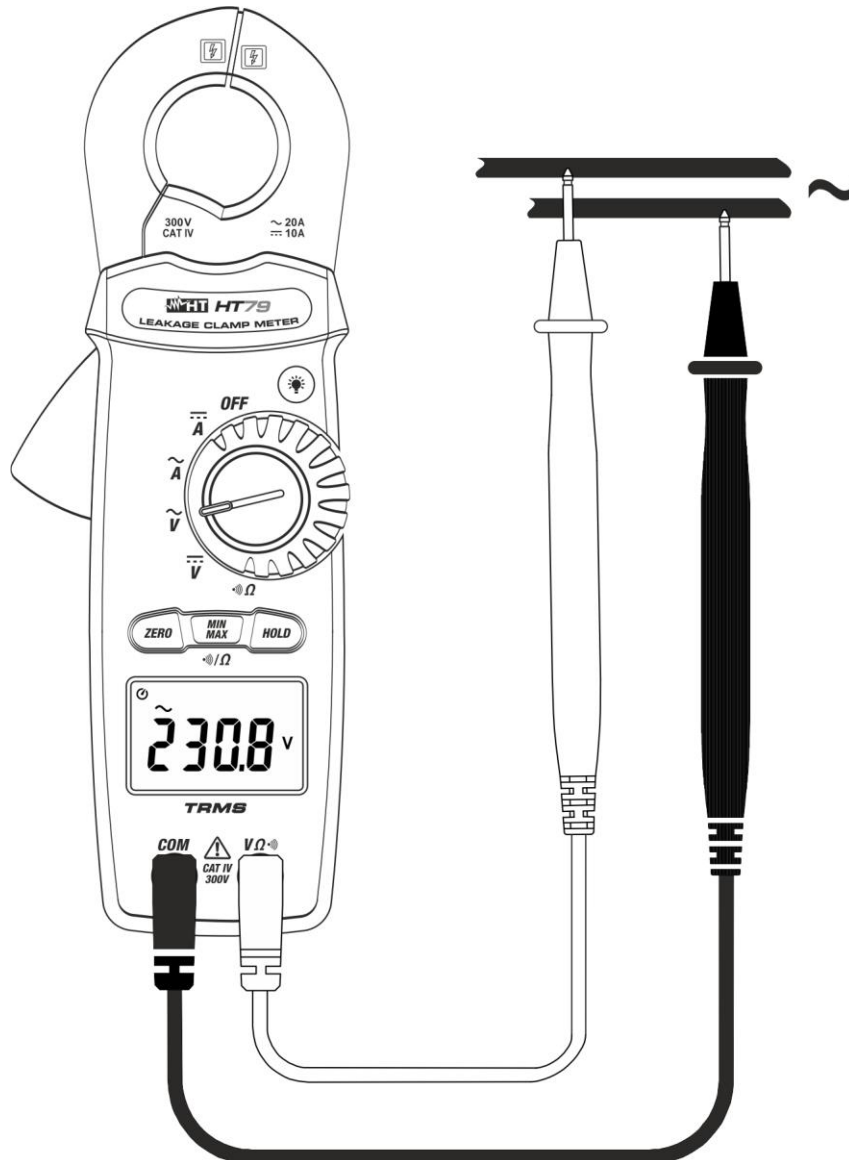

Abb. 5: Verwendung des Gerätes für Wechselspannungsmessung
3. Verbinden Sie die Messleitungen mit den gewünschten Messpunkten des zu messenden Kreises (siehe Abb. 5). Der Spannungswert erscheint auf dem Display.